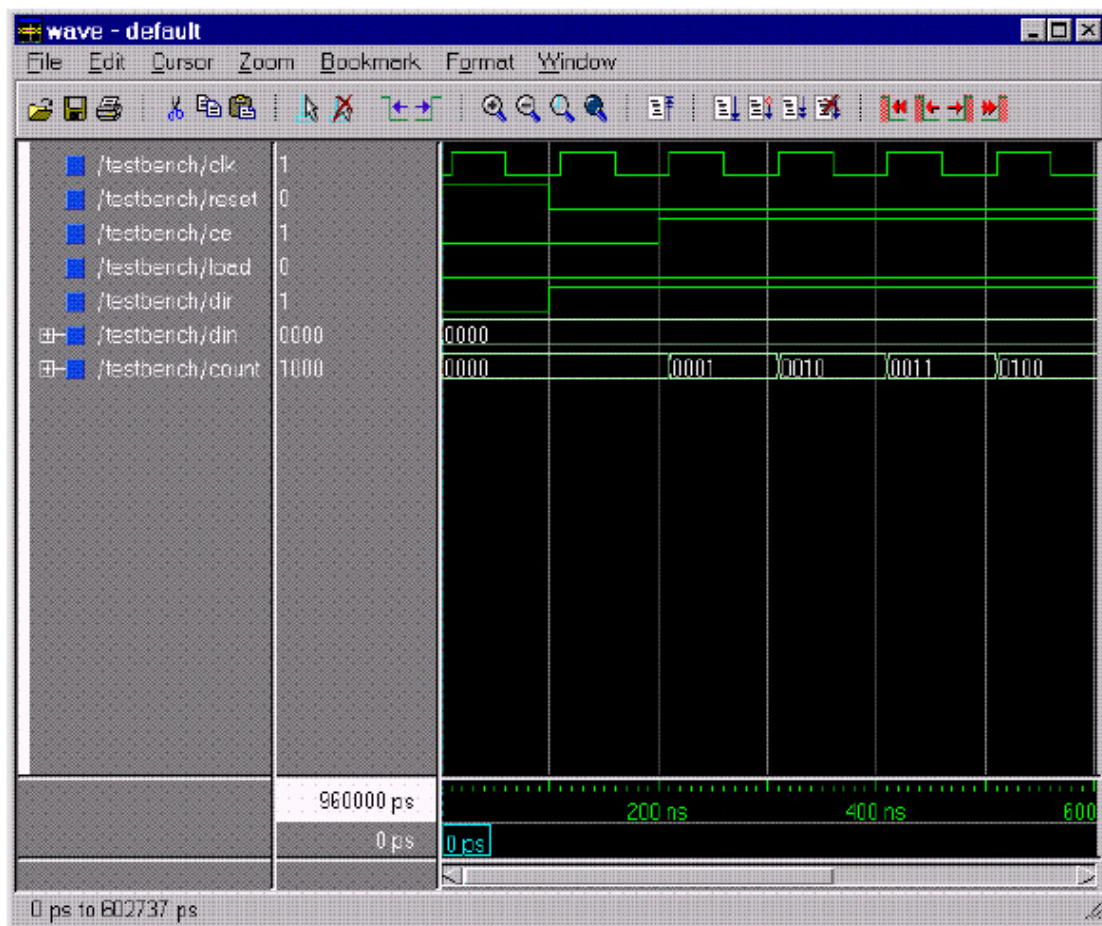

图 1-7 行为仿真波形
6. 拖动波形窗口下端的滚动条至窗口的最左端，仿真输出波形应如图 1-7 所示。